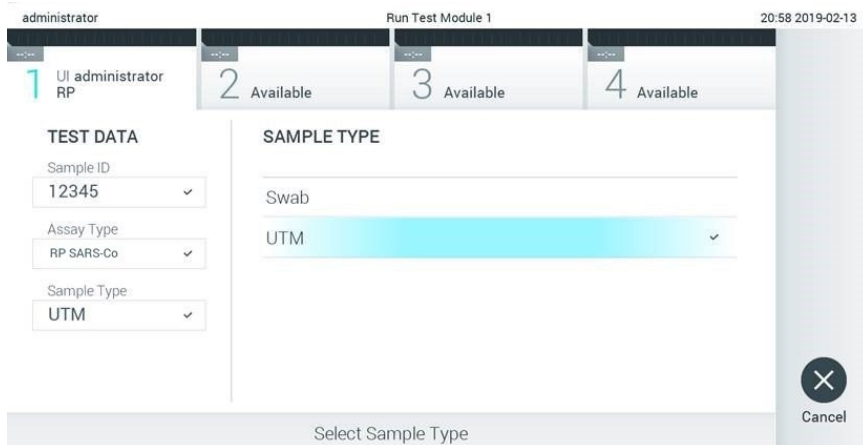

Figure 46. Sélection du type d'échantillon.
8. – le type d'échantillon approprié dans la liste (figure 46).